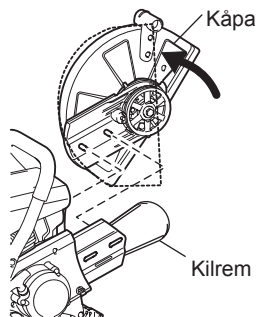

Fig. 2
- (3) Vrid kåpan till läget med brutna linjen. Ta bort kilremmen och ta sedan bort kaptillsatsen från kapmaskinen. Flytta greppet. (Fig. 2)